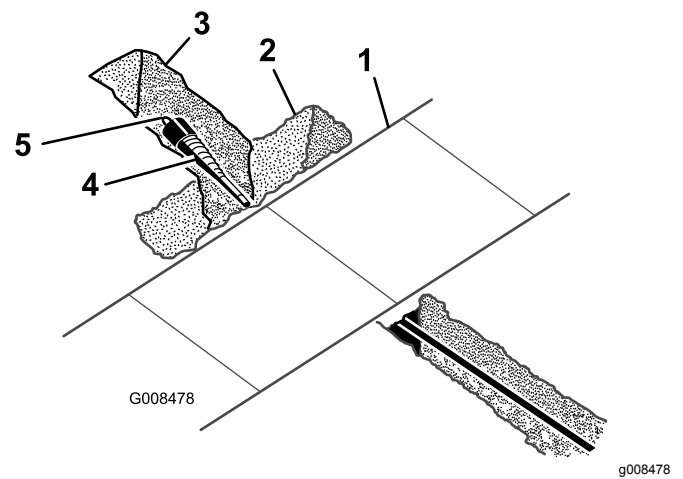

Figura 6
2. Retire la broca y acople el escariador (Figura 6).
3. Conecte el cable o la tubería a instalar al conector giratorio del escariador (Figura 6).
1. Usando una pala, cave con cuidado alrededor de la broca, eliminando suficiente tierra para poder retirar la broca (Figura 6).